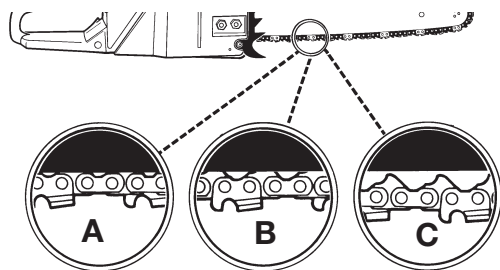

Fig. 29
MISE EN GARDE: Si la chaîne est TROP TENDUE ou PAS ASSEZ, le pignon, guide-chaîne, chaîne et roulements de vilebrequin s'useront plus rapidement. Etudier la Fig. 29 pour tout renseignement concernant la tension appropriée pour moteur chaud (A) ou froid (B), et comme guide indiquant quand la chaîne a besoin d'être ajustée (C).